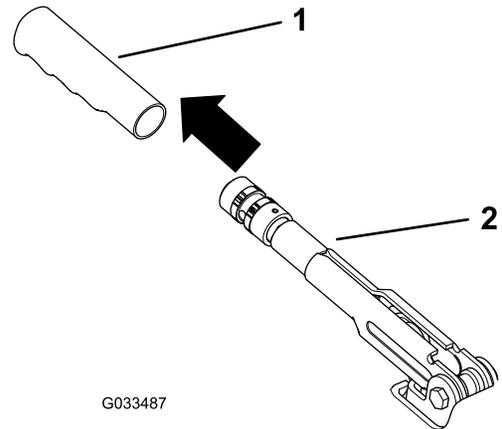

図 63
1. 駐車ブレーキレバーのゴム製グリップをはずす 図 63。